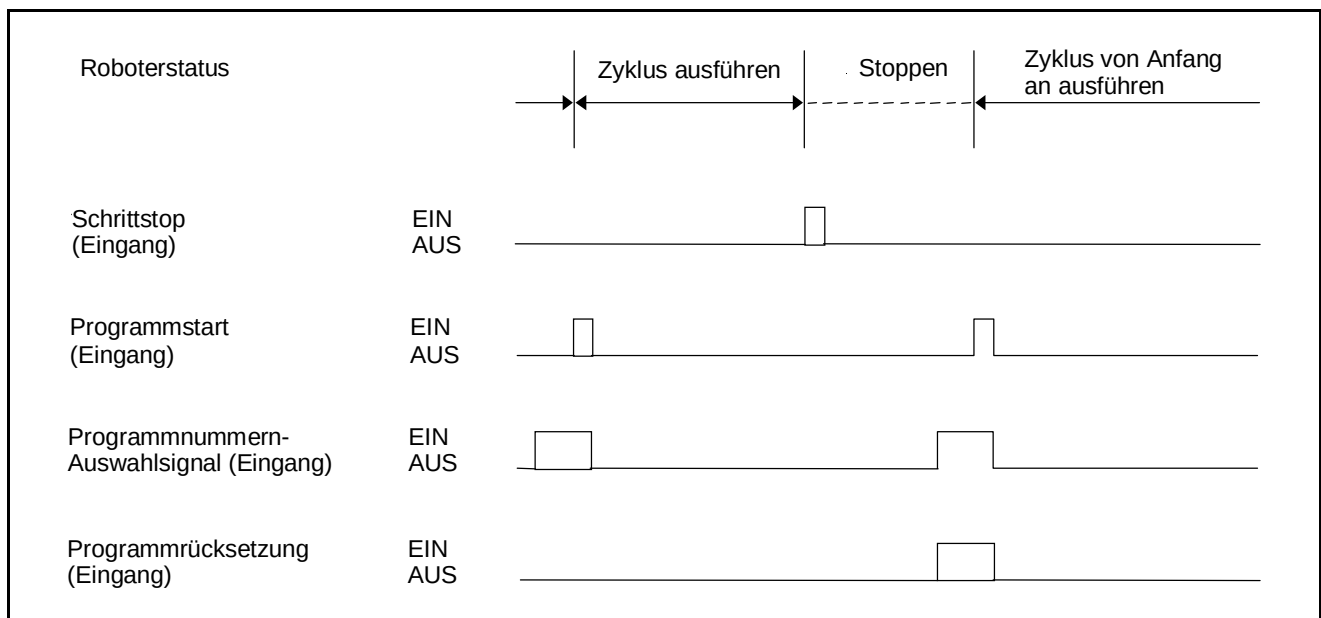

Abbildung 5-45 Eingangsbedingungen und Betrieb des Programmrücksetzungssignals
- ① Die Eingangsbedingungen und ein Diagramm zum Zeitverhalten beim Betrieb ist in Abbildung 5-45 dargestellt.
- ② Verwenden Sie das Signal "Programmrücksetzung" zusammen mit einem Programmnummernauswahlsignal, und geben Sie es vor dem Programmstartsignal (1 ms oder mehr) ein.
- ③ Schalten Sie das Programmrücksetzungssignal nach dem Starten des Roboterbetriebs (nach der Ausgabe eines Programmstartrücksetzungssignals) AUS.
- ④ Ein Programmnummernauswahlsignal ist erforderlich, um das Programm mit der gleichen Nummer wie das unterbrochene Programm von Anfang an auszuführen.